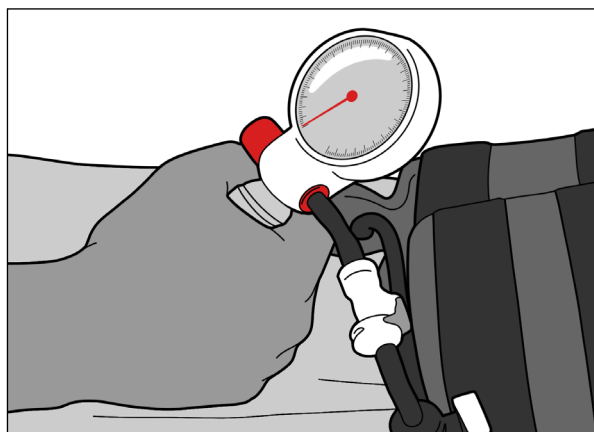

Fig. 24
2. Rotiți butonul în direcția opusă dvs. (Fig. 24).